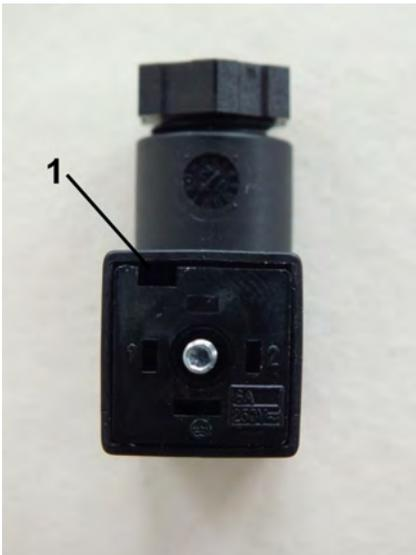

Abb. 22: Innenteil lösen
3. ➤ Steckereinsatz aus der Steckerdose entnehmen. Hierzu einen Schlitzschraubendreher in den Schlitz (Abb. 22/1) führen und Innenteil vorsichtig heraushebeln
7. ➤ Steckereinsatz (Abb. 22) wieder in die Steckerdose führen und drücken, bis es einrastet